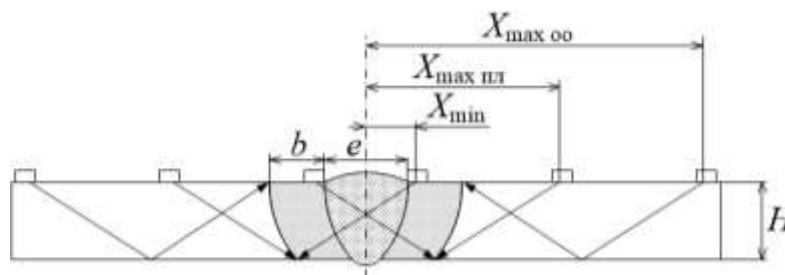

Рисунок 1. Схема контроля стыкового сварного соединения.
**Стыковые сварные соединения** контролируют наклонным ПЭП с наружной поверхности прямым и однажды отраженными лучами с обеих сторон шва при толщине стенки менее 60 мм, как показано на рис. 1